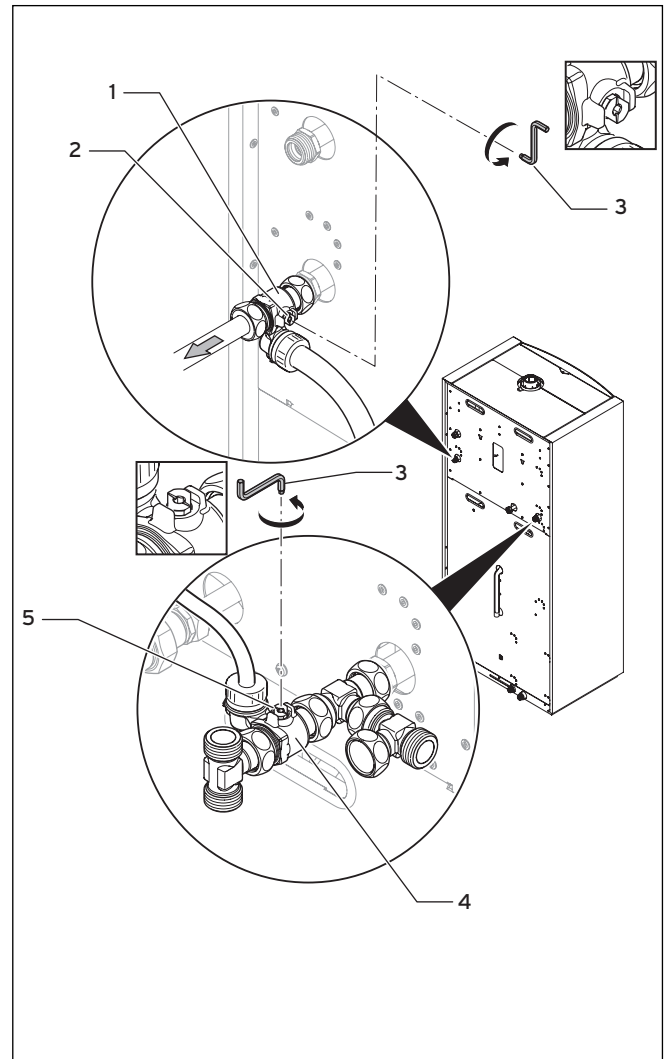

Abb. 7.14 Absperrvorrichtungen am Heizungsanlauf und Heizungsrücklauf öffnen
- Öffnen Sie die Absperrvorrichtung (2) am Wartungshahn (1) des Heizungsanlaufs mit einem Inbusschlüssel (3) (→ **Abb. 7.14**).
- Öffnen Sie die Absperrvorrichtung (5) am Wartungshahn (4) des Heizungsrücklaufs (→ **Abb. 7.14**).